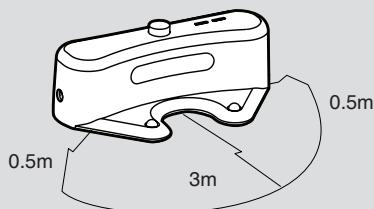

Рис. 1
2. Вокруг зарядной станции на расстоянии 3 м перед и по 0,5 м с каждой стороны не должно быть посторонних предметов. [Рис. 1]